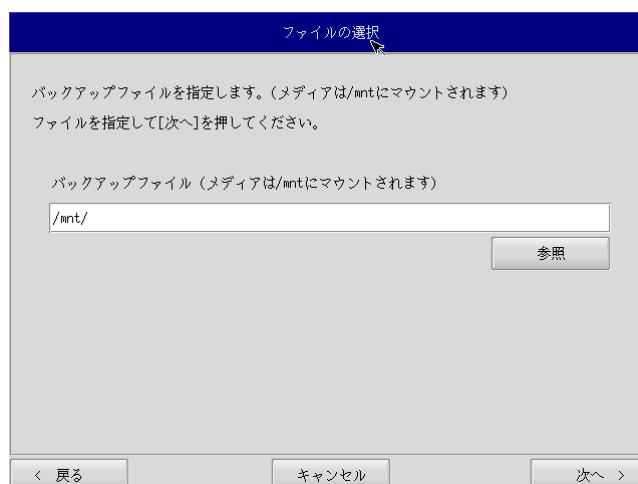

図 5-5-2. ファイル選択画面
- ⑥ ファイル選択画面（図 5-5-2）が表示されます。[参照]ボタンを押します。
- ⑧ ファイル選択画面（図 5-5-2）で指定したバックアップファイルが入力されていることを確認します。[次へ]ボタンを押します。